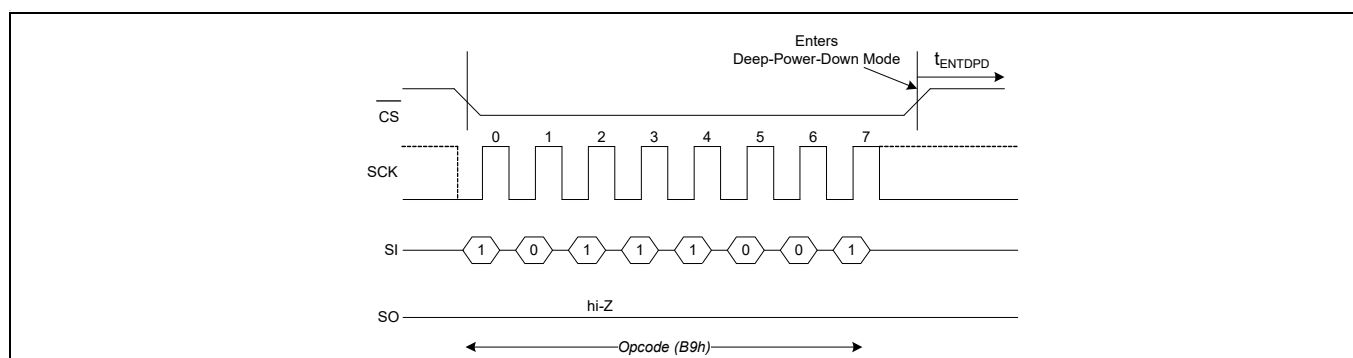
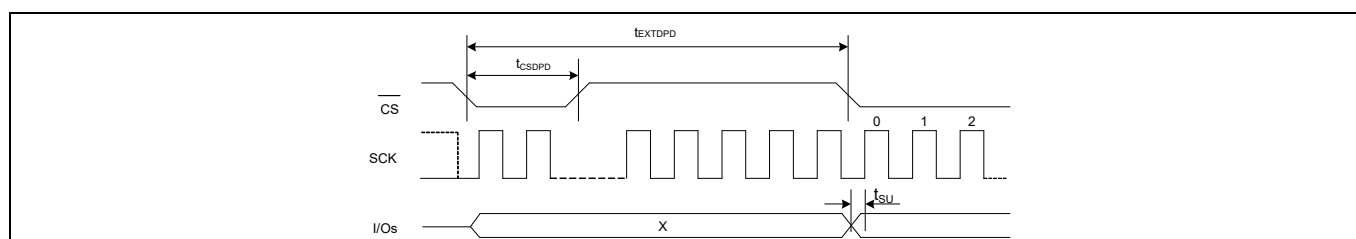

図 99 DPD 開始 – SPI モード
図 102 DPD 終了 – SPI モード
t_{CSDPD} の \overline{CS} パルス幅またはハードウェアリセットは t_{EXTDPD} 時間後に DPD モードを終了します。 \overline{CS} パルス幅は、ダミー コマンド サイクルを送信するか、または SCK と I/O がドント ケアになっている間に \overline{CS} のみをトグルすることによって生成できます。ディープ パワーダウン モードからの復帰中は、I/O は Hi-Z 状態のままです。DPD の開始と終了タイミングについては、それぞれ図 99 と図 102 を参照してください。
- 図 99 に示されているタイミング詳細は、DPI および QPI モードでそのまま適用できます。